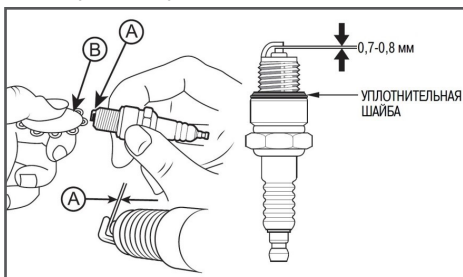

Рис. 16 Зазор между электродами свечи зажигания
4. Измерьте зазор А между электродами свечи зажигания специальным щупом В (Рис. 16). Зазор должен быть $0,7-0,8$ мм. При необходимости, произведите регулировку зазора.